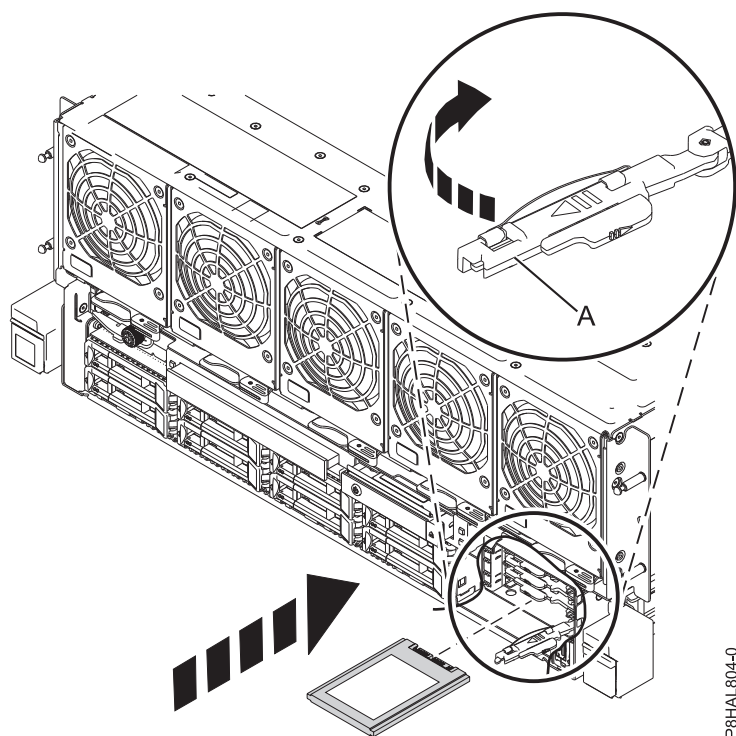

図 20. 8408-44E または 8408-E8Eシステムにおける SSD の取り替え
9. SSD ドライブ・ベイ・ハンドル (A) をアンロック位置にした状態状態で、SSD スロット内のガイド・レールにアクセスできるようにレバーを外側に引きます。SSD の底面を支えて、SSD スロットのガイド・レールに位置を合わせます。 32 ページの図 20 を参照してください。
10. 図 20 に示すように、ドライブが止まるまで SSD をシステム内へスライドさせてから、示されている方向にハンドル (A) を回転させて SSD をロックします。